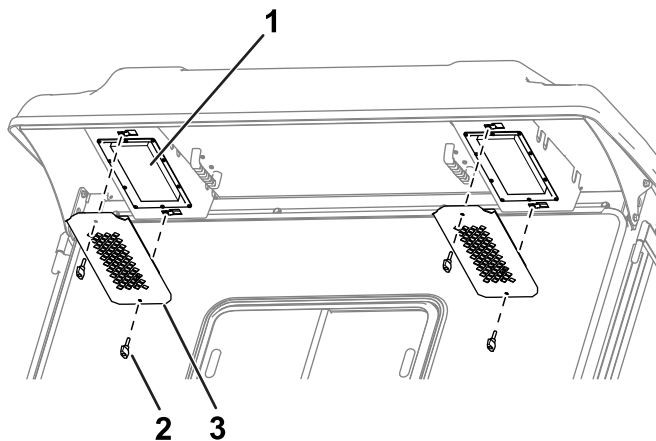

Figura 86
1. Retire los pomos y las rejillas del reborde trasero de la cabina (Figura 86).
4. Utilice los pomos y las rejillas para instalar los filtros en la cabina (Figura 86).